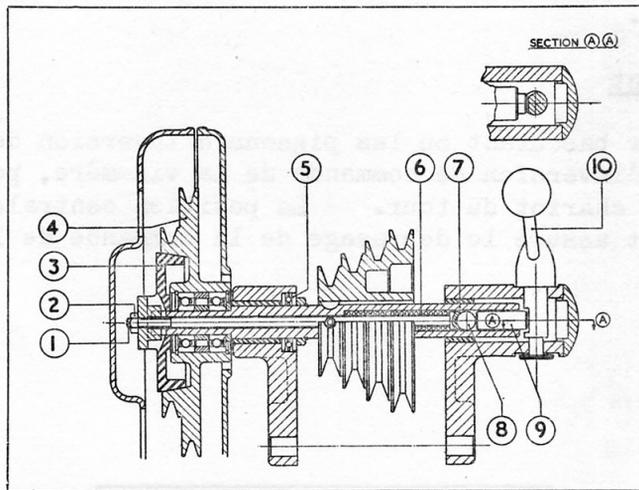

Fig.37 Embrayage d'arbre de renvoi
En examinant la Fig. 37, on note que l'embrayage se compose d'une pièce métallique cônique de commande, plateau d'embrayage (3) fixé par un tenon dans l'extrémité de l'arbre de renvoi, et normalement maintenu en prise avec le cône de la poulie (4) par un ressort de compression (6) inséré dans l'arbre creux de renvoi (7) entre l'épaulement dans l'alésage de l'arbre et la tête du poussoir (1).
L'embrayage est enclenché ou dégagé par rotation de l'arbre à came (10). La coupe A-A de la Fig.37 montre qu'il comporte deux méplats usinés. Le gros méplat correspond à la position d'enclenchement de l'embrayage (bouton de levier près du protecteur de la courroie de commande de poupée), le petit méplat correspondant à la position de débrayage (bouton de levier déplacé vers la droite). Les méplats agissent sur le poussoir (9) et, par conséquent, sur le poussoir (1) par l'intermédiaire de la bille en acier (8).